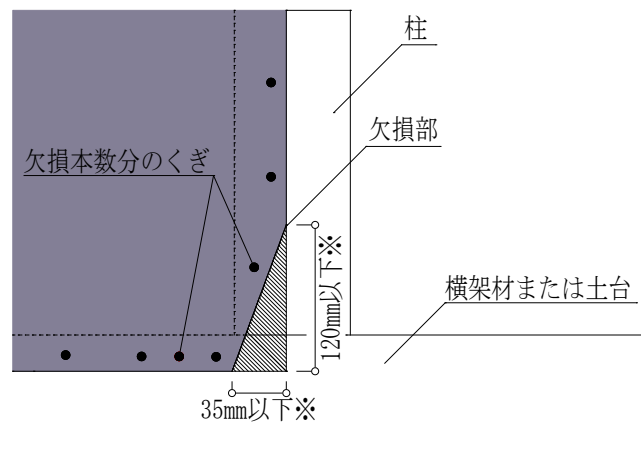
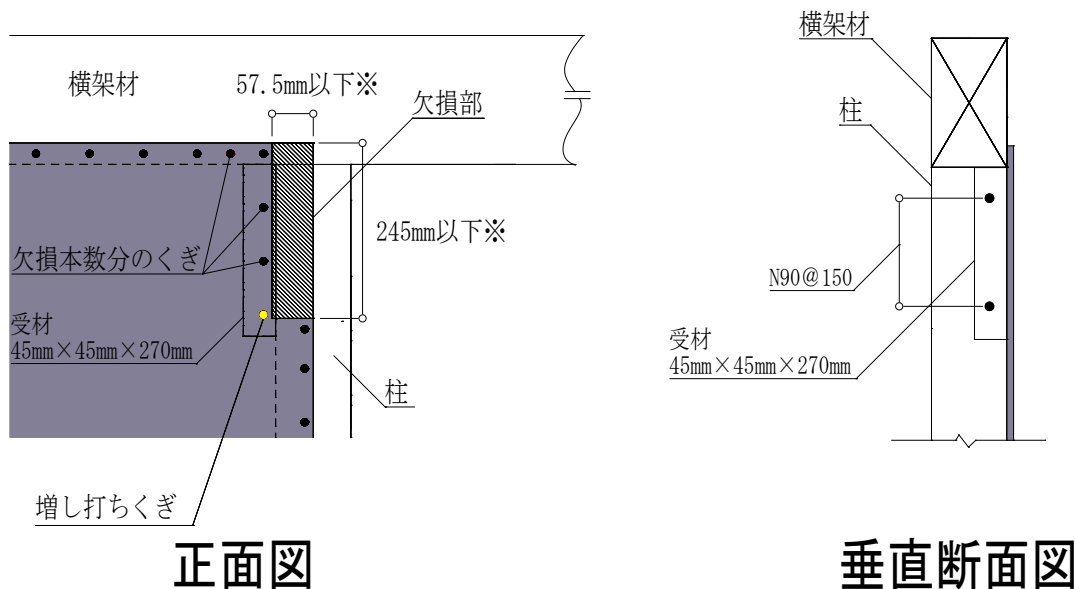

図17 欠損部補強例（山形プレート等）
図18 欠損部補強例（直交梁等）
⑦面材の欠き込みについて
- ・タイガーEX プログレ耐力壁は欠損部がないことを原則としておりますが、土台、横架材（梁、胴差、桁）の交差部分に補強金物（山形プレート等）を取り付ける場合や、直交梁等によりタイガーEX プログレのくぎ打ち部分に欠損部が生じる場合については、切欠き寸法を最小にした上で、欠損部により打てなくなつたくぎと同数のくぎで留め付けてください（図18の場合1本増し打ち）。詳細については、図17および18を参照してください。
- ・図17および18の施工については、自社試験にて性能を確認しております。P27のQRコードから試験結果にアクセスできますので、指定確認検査機関等に必ずご相談の上、実施してください。